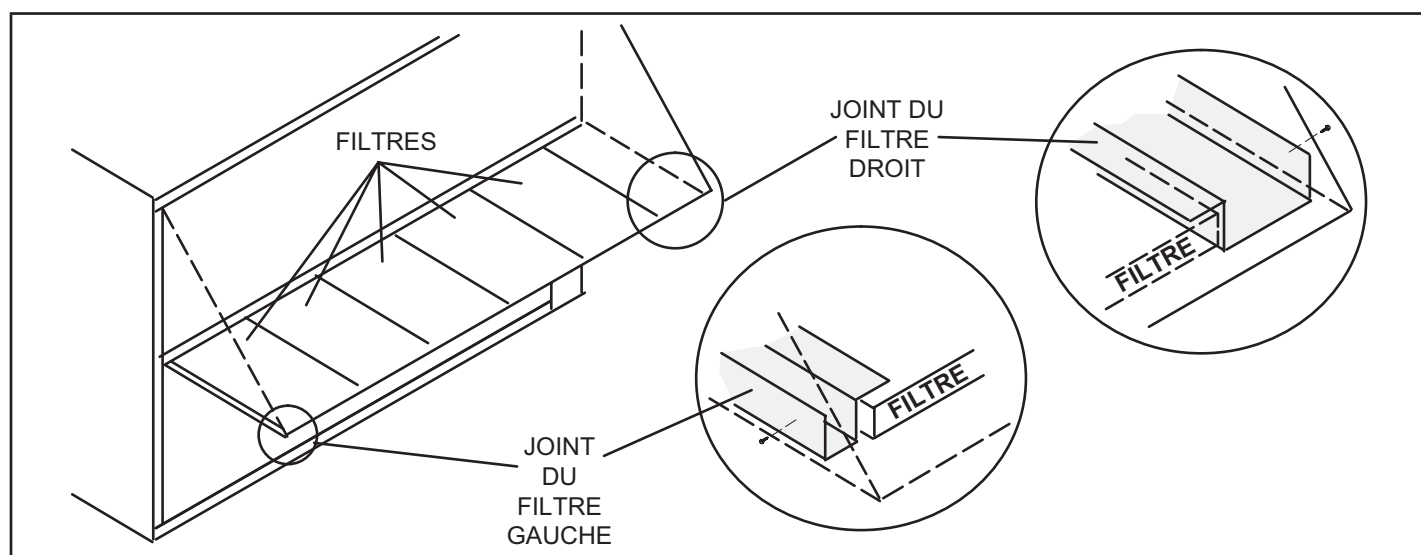

FIGURE 15
- 7 - Fixez les joints latéraux sur les côtés de la hotte comme indiqué à la FIGURE 15.